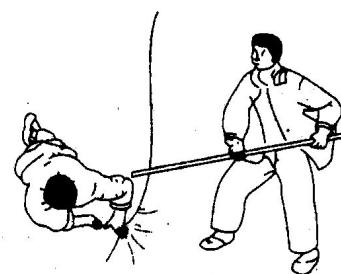

图 1-1-3 挑
③ 挑。对于由导线绝缘损坏造成的触电，急救人员可用绝缘工具、干燥的木棒等将电线挑开，如图 1-1-3 所示。